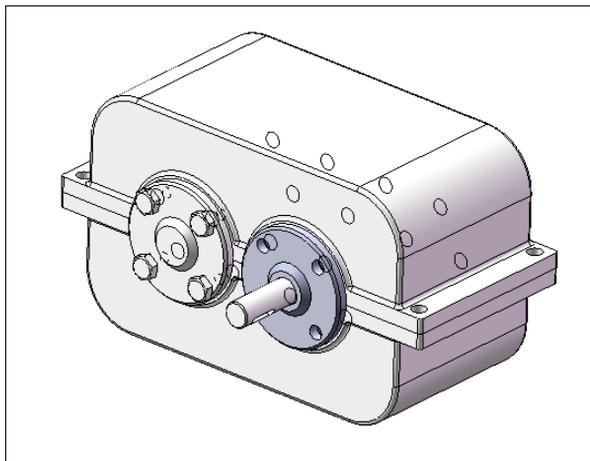

Рис. 6.50
27. Перевернем винты согласно их расположению в сборке и зададим следующие условия сопряжения: концентричность винта и отверстия в крышке, а также совпадение плоских поверхностей головки винта и крышки (рис. 6.50).